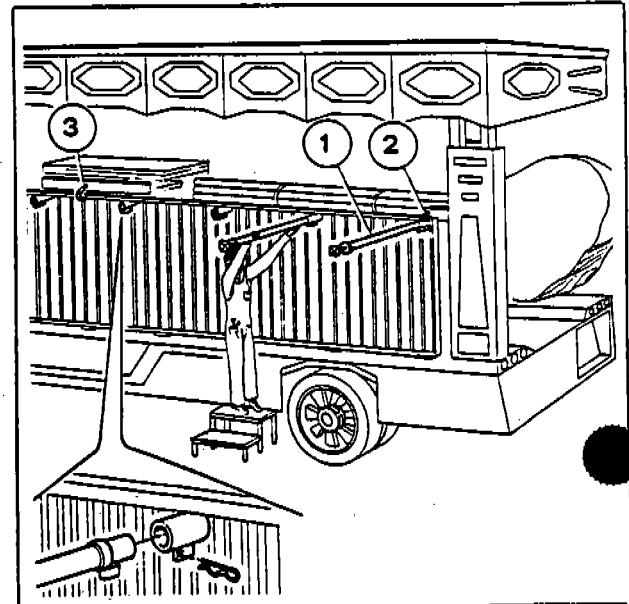
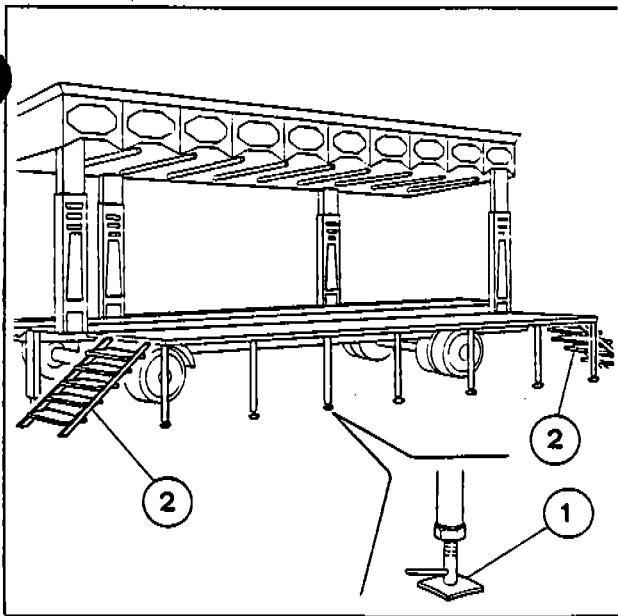

Fig. 12
Fig. 13
- a) Montare le gambe di appoggio (1-Fig. 12) sulla pedana.
- b) Sganciare i tiranti pedane (2-Fig. 12) alle estremità carro e (3-Fig. 12) centrale dal supporto appendice per il trasporto attenziosa. Portare la pedana in posizione orizzontale (Fig. 13).
- c) Livellare la pedana registrando i piedini (1-Fig. 13) delle gambe di appoggio.
- d) Aggiornare le gradinate (2-Fig. 13) alle estremità pedana.